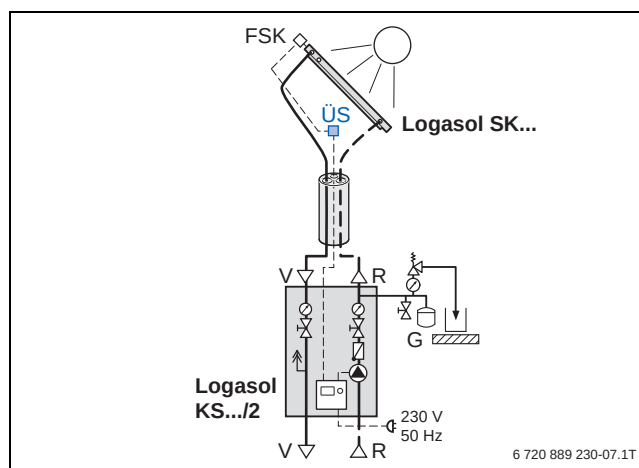

Bild 105 Überspannungsschutz für die Regelung (Installationsbeispiel)
- Anschlussdose mit Überspannungsschutz ÜS im Bereich der Kabellänge des Kollektortemperaturfühlers FSK vorsehen (→ Bild 105).